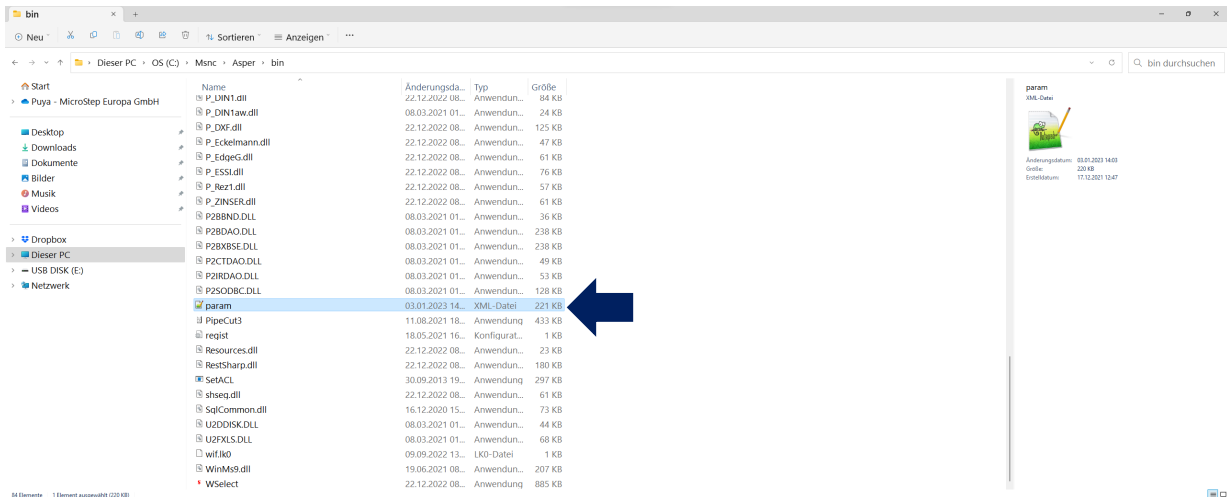

Abbildung 2 (Die Datei „Param.XML“ von der Anlage kopieren und auf alle Bürorechner im Installationspfad einfügen und überschreiben)
2. Die Werkzeuge einrichten, am besten durch Übertragung der Datei param.xml von der Maschinensteuerung. Die Datei befindet sich auf der Anlage standardmäßig unter folgendem Pfad „c:\msnc\Asper\Bin“. (Siehe Abbildung 2). Während der Übertragung der Datei müssen alle Asper-Instanzen geschlossen sein.